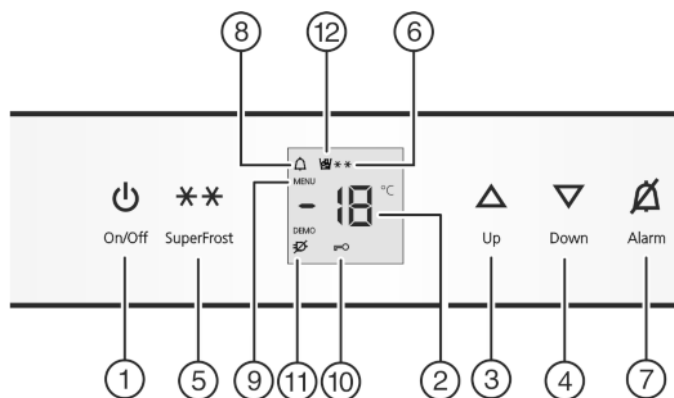

Fig. 2
- ▶ nacisnąć przycisk On/Off Fig. 2 (1).
- ▶ Aktywacja trybu regulacji: Nacisnąć i przytrzymać przycisk SuperFrost Fig. 2 (5) przez ok. 5 s.
- ▷ Świeci symbol menu Fig. 2 (9).
- ▶ W celu wyłączenia zabezpieczenia przed dziećmi krótko nacisnąć przycisk SuperFrost Fig. 2 (5).
- ▶ W celu włączenia zabezpieczenia przed dziećmi krótko nacisnąć przycisk SuperFrost Fig. 2 (5).
- ▷ Świeci symbol zabezpieczenia przed dziećmi Fig. 2 (10). Na wskaźniku miga **c**.
- ▷ Symbol zabezpieczenia przed dziećmi Fig. 2 (10) gaśnie. Na wskaźniku miga **c**.
- ▶ Dezaktywacja trybu regulacji: nacisnąć przycisk On/Off Fig. 2 (1).
- ▶ Nacisnąć przycisk Alarm Fig. 2 (7).
Jednocześnie miga wskaźnik temperatury i symbol Alarmu Fig. 2 (8).
Akustyczny sygnał ostrzegawczy milknie automatycznie, znika symbol Alarmu Fig. 2 (8) i wskaźnik temperatury przestaje migać, gdy temperatura będzie ponownie wystarczająco niska.
- ▶ Nacisnąć przycisk Alarm *Fig. 2 (7)*.
- ▶ Ustawianie wyższej temperatury: nacisnąć przycisk ustawiania Up *Fig. 2 (3)*.
- ▶ Ustawianie niższej temperatury: nacisnąć przycisk ustawiania Down *Fig. 2 (4)*.